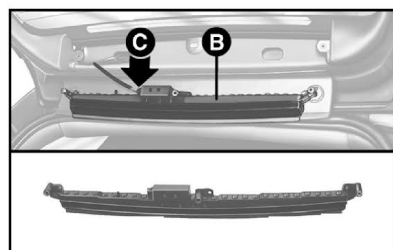

fig. 34
2) Soltar a conexão **C-fig. 34**.
3) Desaparafusar os três parafusos de fixação do grupo completo de led **B-fig. 34** e substituí-lo.